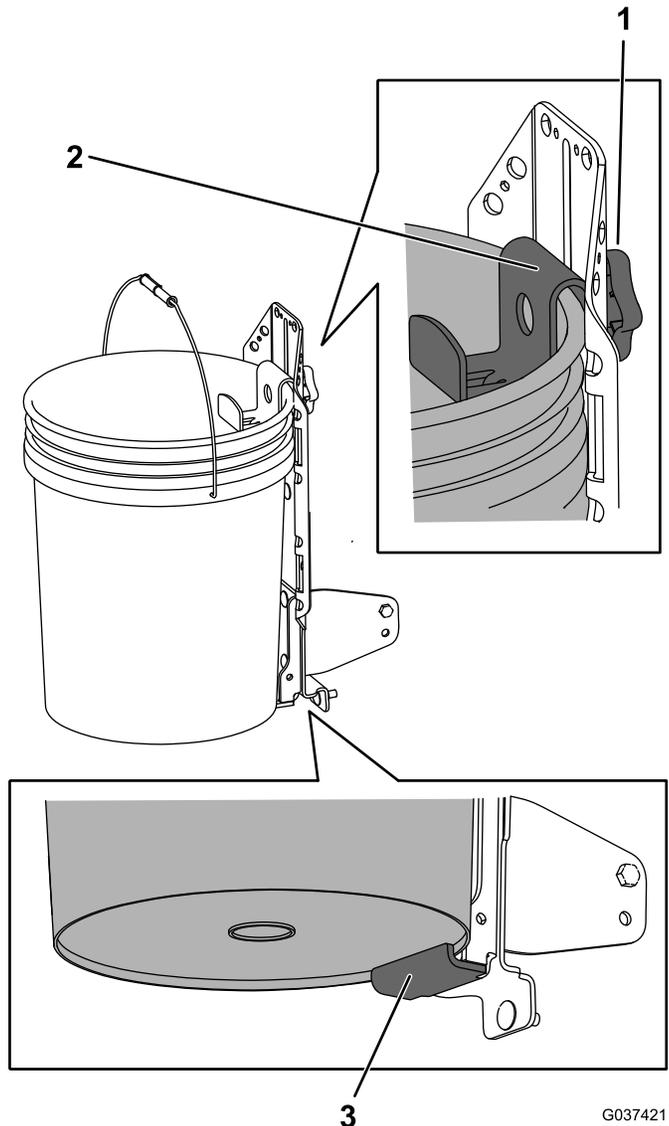

Рисунок 6
1. Ослабьте ручку и поднимите верхний кронштейн. Затяните ручку, чтобы удерживать его на месте (Рисунок 6).
2. Если вы сняли кронштейн шарнира, установите нижнюю кромку ведра поверх нижнего выступа сварного опорного кронштейна (Рисунок 6).
3. Ослабьте ручку и опустите верхний кронштейн как можно ниже на обод ведра. Затяните ручку (Рисунок 6).